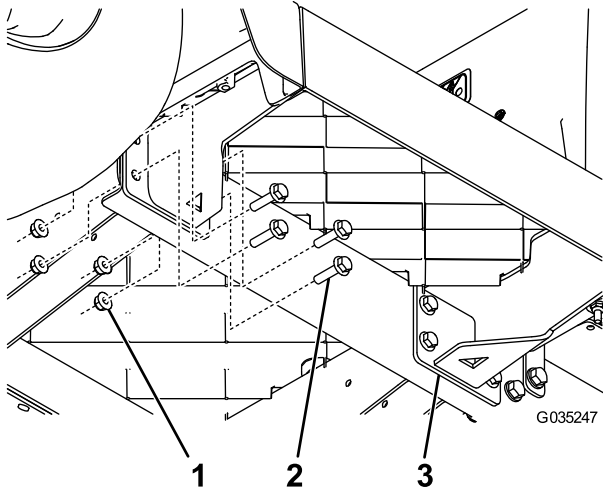

Рисунок 5
- Установите новую опору панели пола с помощью 8 болтов с фланцевыми головками (5/16 x 1¼ дюйма) и 8 фланцевых гаек (5/16 дюйма), как показано на Рисунок 5.
- Установите вторую новую опору панели пола с помощью 8 болтов с фланцевыми головками (5/16 x 1¼ дюйма) и 8 фланцевых гаек (5/16 дюйма), как показано на Рисунок 5.